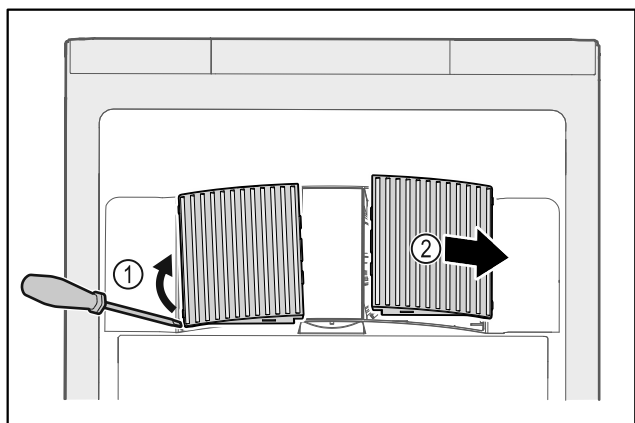

Fig. 34
- Estrarre con cautela i coperchi delle ventole dai lati Fig. 34 (1) e rimuoverli in avanti Fig. 34 (2).